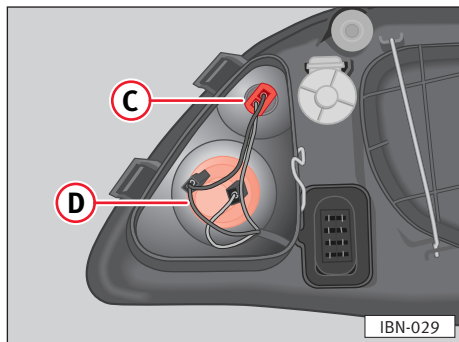

Fig. 151
- Puxar os fios para liberar o porta lâmpadas do seu alojamento ⇒ fig. 151 ②.